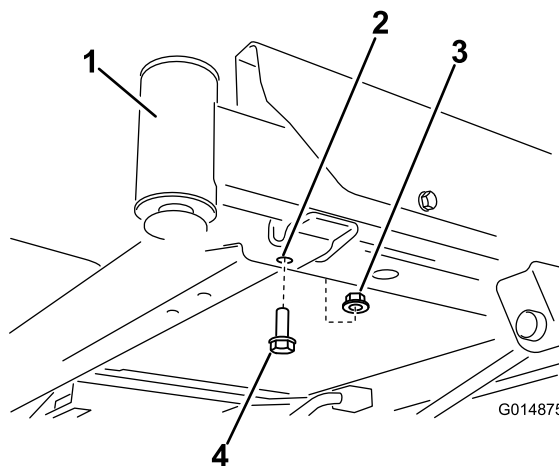
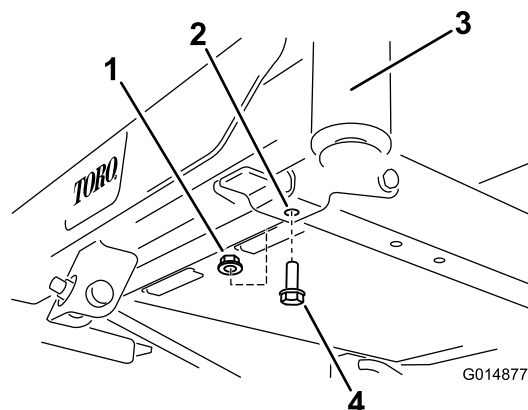

Figura 3
Figura 4
1. Localizați uruburile din față pe partea inferioară a cadrului (Figura 3 i Figura 4).